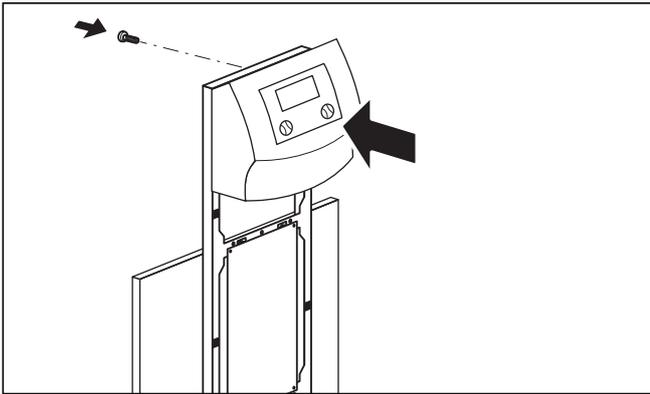

Abb. 6.12 Bedienkonsole montieren
- Drücken Sie die Bedienkonsole in die Clipshalterung des Rahmens, verschrauben Sie dann die Bedieneinheit von hinten wie in Abb. 6.12 gezeigt.